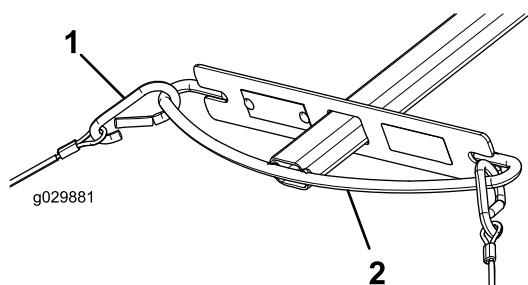

Рисунок 10
- Прикрепите свободные концы тросов к концу сцепного устройства выравнивающей сетки, как показано на Рисунок 10.